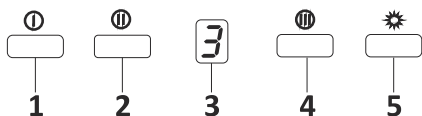

Fig. 14: Pulsante 3 Spd Dig
1. ➔ Premere questo tasto per accendere il prodotto. Quando si preme questo tasto il prodotto funzionerà anche alla velocità 1. Fig. 14
2. ➔ Quando si preme questo tasto il prodotto funzionerà anche alla velocità 2. Fig. 14
3. ➔ Dig display (display digitale) È possibile seguire la velocità in cui il prodotto è attualmente in funzione su questo display. Fig. 14
4. ➔ Quando si preme questo tasto il prodotto funzionerà anche alla velocità 3. Fig. 14
5. ➔ Premere il pulsante per accendere e spegnere la lampada. Fig. 14
6. ➔ Premendo e tenendo premuto uno qualsiasi dei pulsanti motore per più di 2 secondi verrà avviata una funzione timer della durata di 15 minuti. Verrà visualizzato un segnale all'avvio del timer e il motore si fermerà automaticamente dopo 15 minuti. Fig. 14